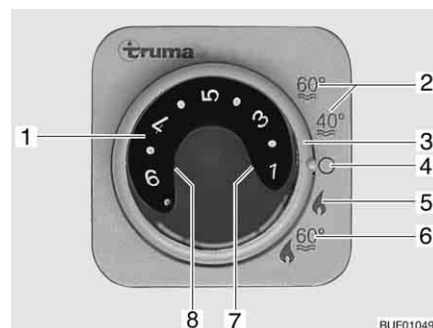

Fig. 195 Unidad de mando para la calefacción/caldera
- Ajustar el modo de funcionamiento con el interruptor giratorio (Fig. 195,3).
Según la temperatura ambiente deseada, la calefacción selecciona automáticamente la potencia de quemador necesaria. Cuando se alcanza la temperatura ambiente deseada se desconecta el quemador. El sensor de temperatura situado junto al panel mide la temperatura del ambiente. En el modo de funcionamiento "calefacción y caldera" (Fig. 195,6), se calienta también el agua de la caldera. En el modo "calefacción sin caldera" (Fig. 195,5), la calefacción puede funcionar con la caldera vacía.
- Poner el botón giratorio de temperatura (Fig. 195,1) de la unidad de mando en el grado de temperatura deseado.
- Situar el interruptor giratorio (Fig. 195,3) en el modo invierno "calefacción sin caldera" (Fig. 195,5) o en modo invierno "calefacción y caldera" (Fig. 195,6).
La luz de control verde (Fig. 195,7) está encendida y al mismo tiempo indica el grado de temperatura seleccionado.
Al estar llena la caldera, la luz de control amarilla (Fig. 195,8) indica la fase de calentamiento del agua.
- Ajustar el interruptor giratorio (Fig. 195,3) en "O" (Fig. 195,4).